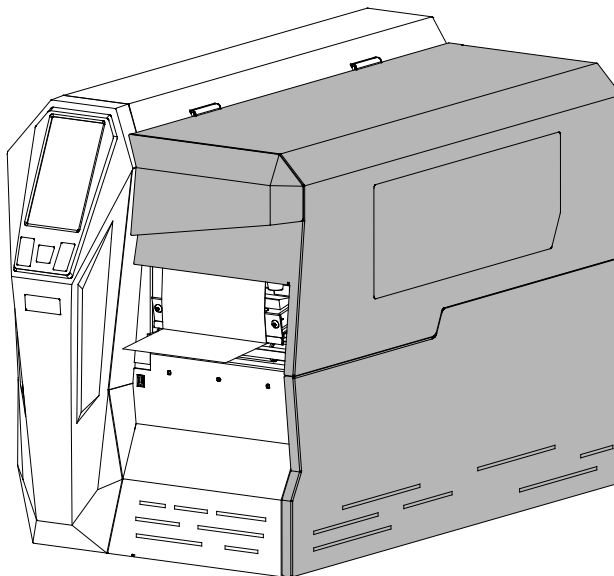

图 2-21 纸卷安装完成
9. 合上打印机上翻盖，进入 LCD 触控屏设置菜单，设置出纸处置模式为撕纸模式（具体请参考 3.2.1.7 出纸处置），如图 2-21 所示。